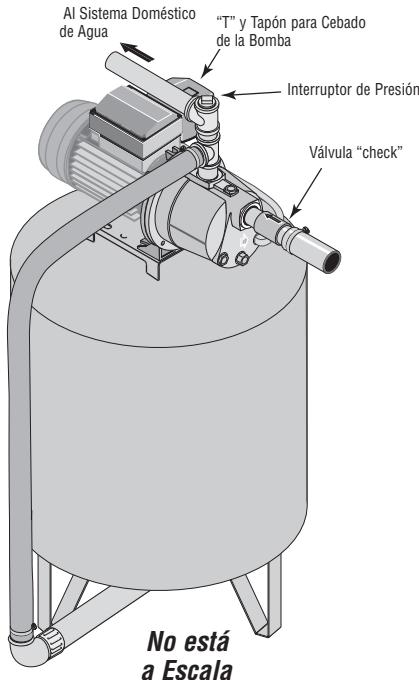

Figura 4: Conexiones del Tanque Pre-cargado
- Instale dos "T"s en el puerto de descarga de la bomba (Vea la figura 4). El tamaño de la bomba debe de ser por lo menos tan grande como el puerto de descarga.